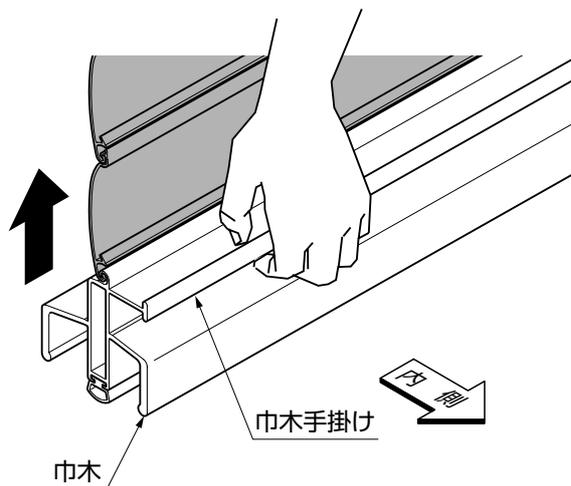

図9-2
- ③巾木手掛けを持ち、シャッターを手動で巻き上げてください。(図9-2参照)